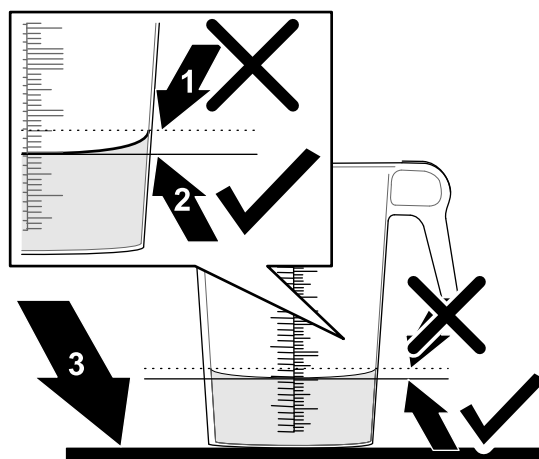

Figure 47
- Placez le récipient gradué sur une surface plane et horizontale, et notez le volume de liquide (Figure 47).